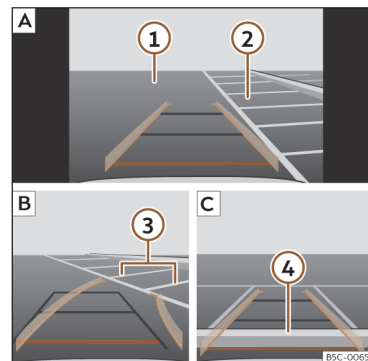

Abb. 149 Anzeige auf dem Bildschirm des Infotainment-Systems: Einparken mit dem Rückfahrasistenten.
Legende zur >>> (**Abb. 149**):
- Bringen Sie das Fahrzeug vor die Parklücke >>> (Abb. 149) ② .
- Fahren Sie rückwärts und drehen Sie das Lenkrad so, dass die gelben Linien in die Parklücke weisen. Die grünen und gelben Linien müssen mit den seitlichen Begrenzungslinien übereinstimmen ③ .
- Halten Sie das Fahrzeug an, wenn die rote Linie die hintere Begrenzung erreicht hat ④ .